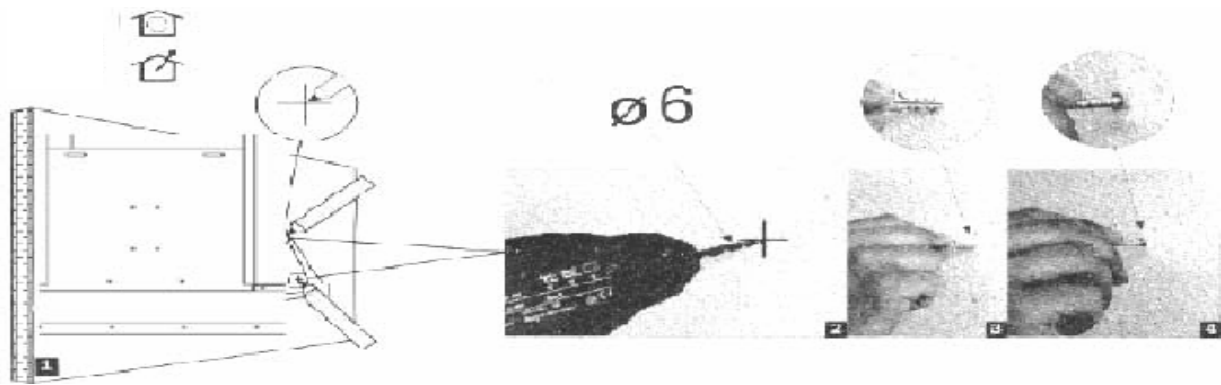

Рис. 3
3. Отверстия в стенке сверлите на обозначенных местах при помощи сверла диаметром 6 мм (смотрим рис. 3).